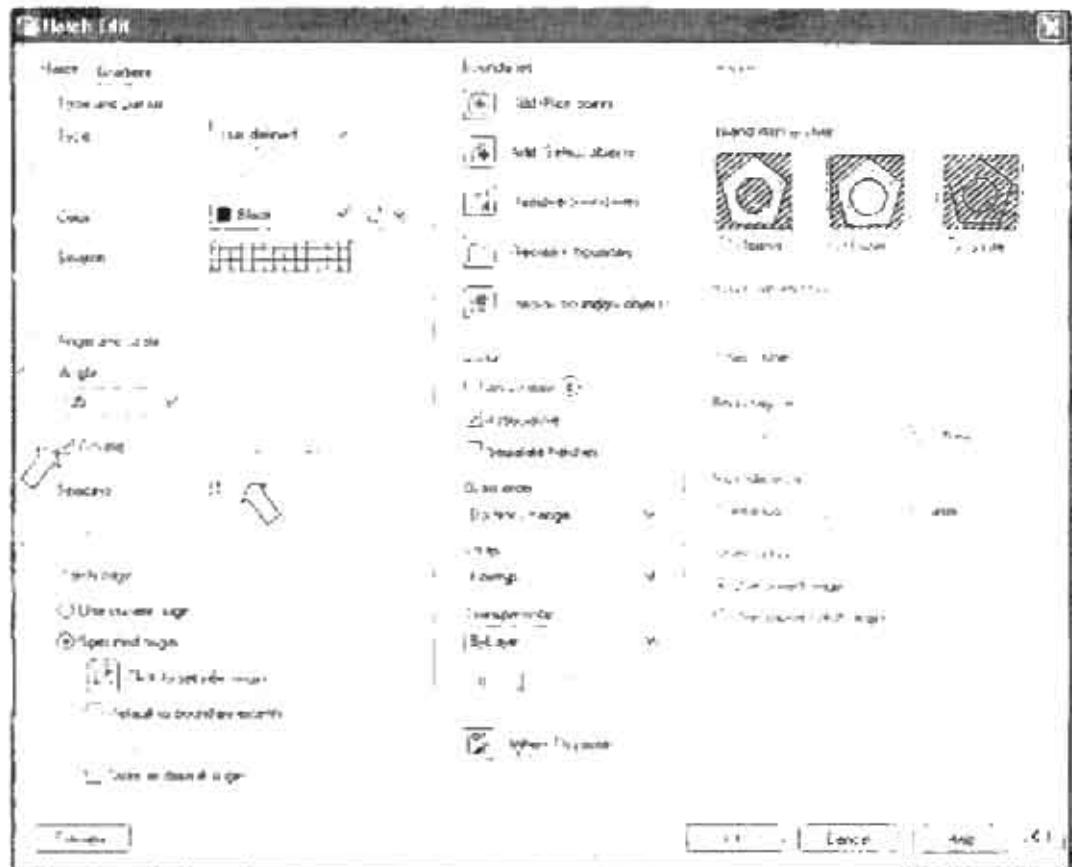

Рис. 7.30. Диалоговое окно Hatch Edit (Редактирование штриховки)
2. Выберите редактируемую штриховку. Появится диалоговое окно Hatch Edit (рис. 7.30). По внешнему виду оно похоже на диалоговое окно создания штриховки, но с несколькими деактивированными областями – они не реагируют на указатель мыши.